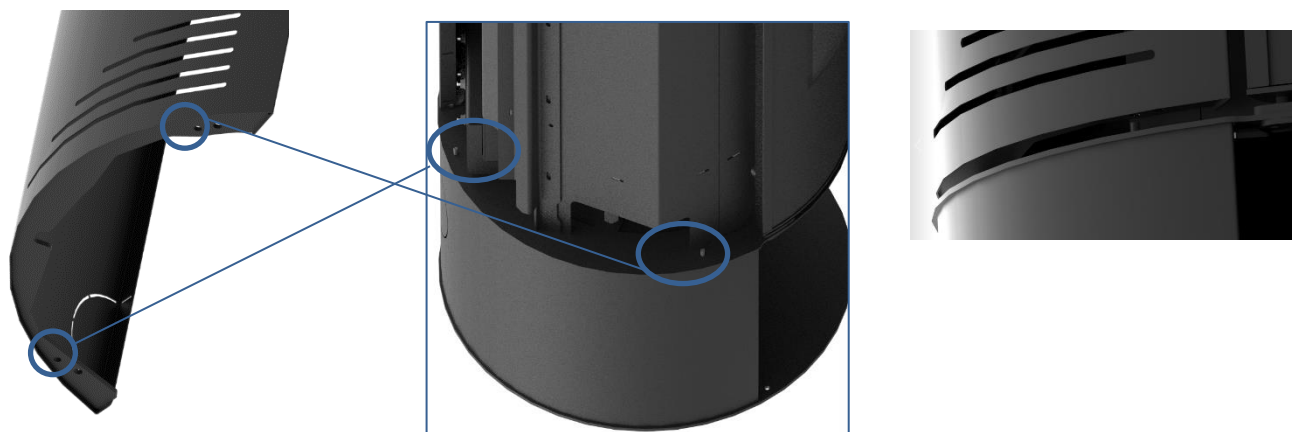

Figura 18 - Centre la tapa lateral con el equipo
- 4- Cuando esté a punto de montar las tapas laterales, tenga en cuenta lo siguiente, la parte inferior de las tapas tiene 2 orificios, estos deben coincidir con los tornillos que vienen en la máquina, usted puede ver en la Figura 18.